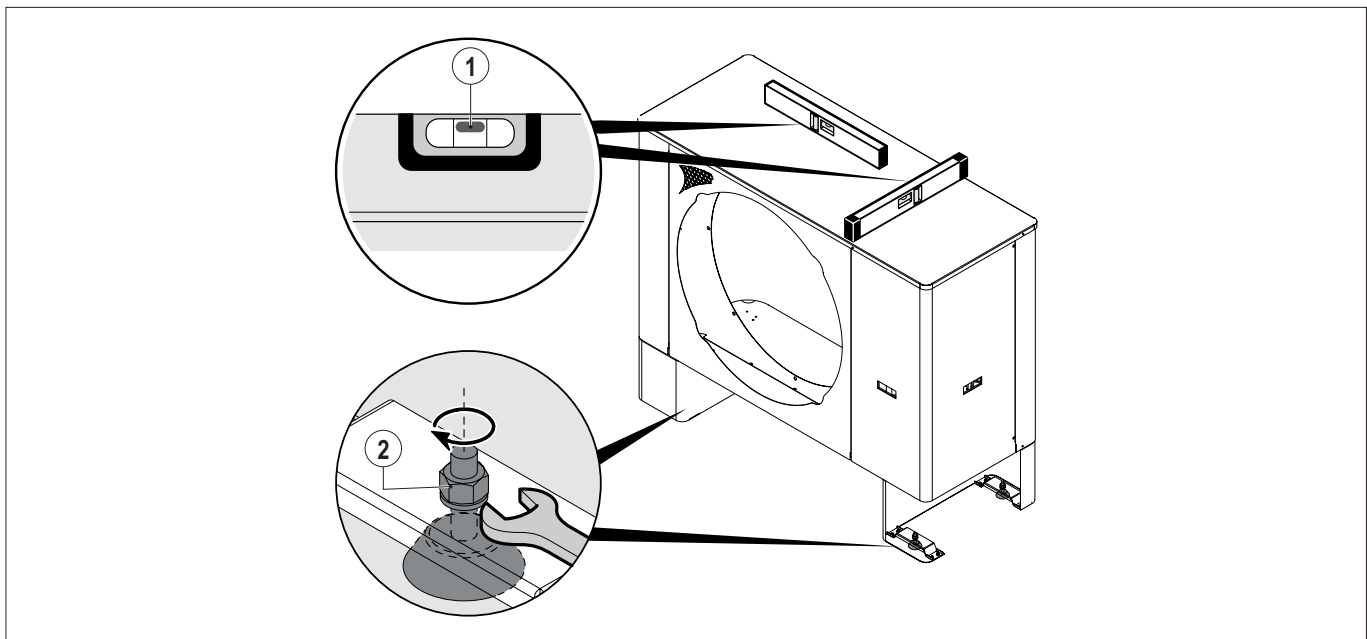

FIG. 36 (Livellamento della macchina)
- 1) Posizionare una livella (FIG. 36 -Rif. 1) nel senso longitudinale e trasversale della macchina
- 2) Agire sui dadi (FIG. 36 -Rif. 2) per livellare la macchina